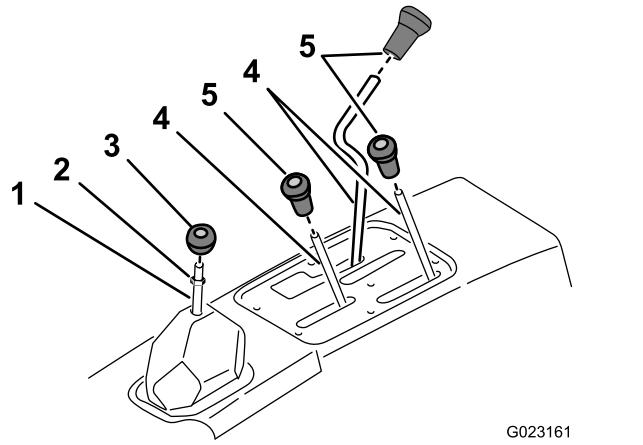

Рисунок 2
1. Отверните и снимите все рукоятки рычагов консоли и рычага переключения передач (Рисунок 2).
2. Отверните контргайку с рычага переключения передач (Рисунок 2).